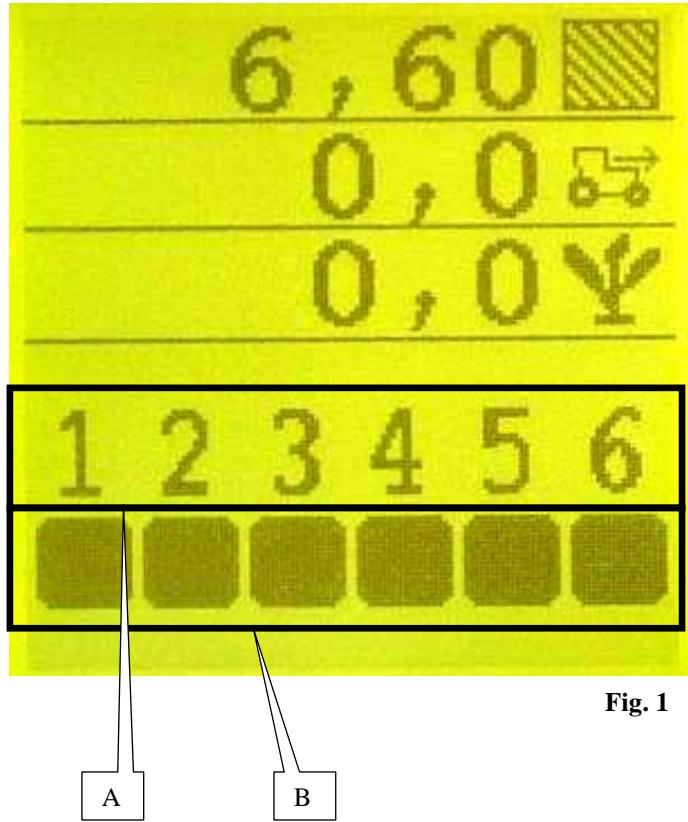

Fig. 1
Dopo aver messo la console in tensione, viene visualizzata la schermata principale (Fig. 1) che corrisponde alla modalità d'uso.
- C: contatore di superficie parziale (Fig. 1)
- D: quantità media di semi (Fig. 1)
- E: velocità d'avanzamento (Fig. 1)
Les numéros sur la partie inférieure de l'écran A (Fig. 1) correspondent aux rangs du semoir. Les rangs sont numérotés de la gauche vers la droite par rapport au sens d'avancement.
Les carrés B (Fig. 1) sous les numéros de rangs informent sur l'état des rangs.
The numbers in the lower part of the screen A (Fig. 1) correspond to the seeder's rows. The rows are numbered from left to right in relation to the forward direction. The squares B (Fig. 1) under the row numbers provide information about the state of the rows.